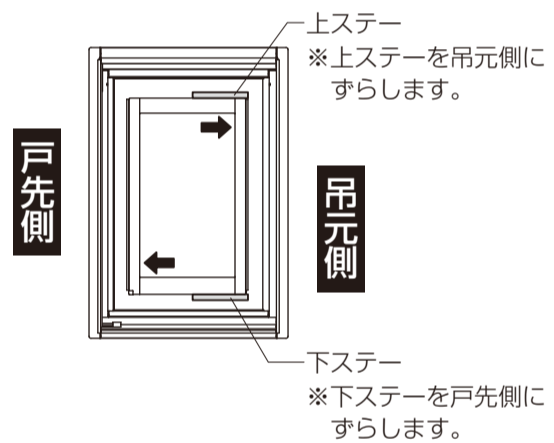

図1
- ① 本取付け説明書の最後に墨出しシートがあります。切り取って【図1】の位置で仮止めテープで仮止めしてください。サイズにより位置が異なります。【表1】を参照ください。
- ② 下穴位置を墨出した後、 $\phi 3.5$ のドリルで下穴を2カ所あけます。
■【図1】アーム取付け位置
※上・下のステーの固定穴は長穴になっています。戸先が下がっている場合は、図1のようにステーの位置を調整してください。